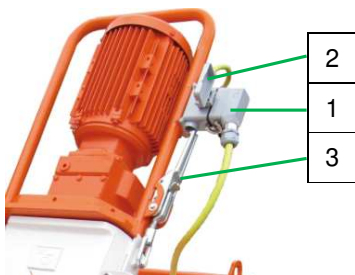

图 80: 打开电机翻转法兰
1. 关闭带变速电机的电机翻转法兰 (1) 并通过快速闭合装置 (2) 锁定。
2. 插入 10 芯插头 (图 80)。
3. 将主转换开关 (3) 旋至“I”位。
4. 按下绿色的控制电压“接通”按钮 (4), 使其运行约 5 – 10 秒钟, 直到混合管清洁完毕。
5. 通过红色的控制电压“关闭”按钮 (5) 再次关闭。
6. 拔下 10 芯插头 (图 80), 打开电机翻转法兰处的快速闭合装置并翻转电机。